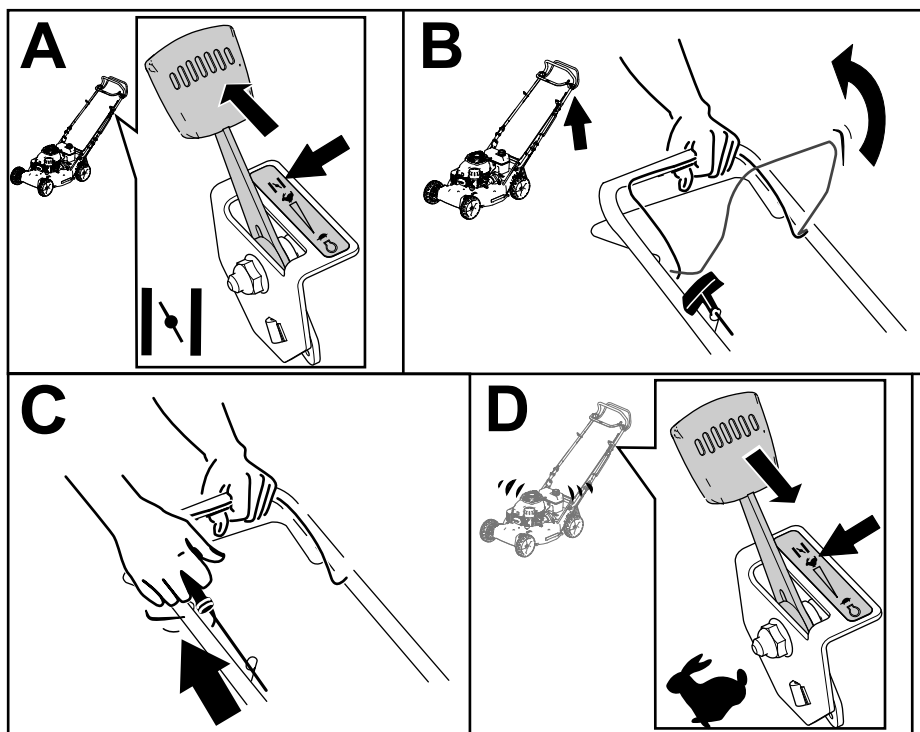

Figura 17
3. Deplasai maneta de control al accelerației în poziția OC (A din Figura 17).
4. Țineți bara de comandă pentru lamă lângă mâner (B din Figura 17).
5. Trageți de mânerul demarorului cu recul (C din Figura 17).
6. După pornirea motorului, deplasai maneta de control al accelerației în poziția de deplasare RAPID (D din Figura 17).